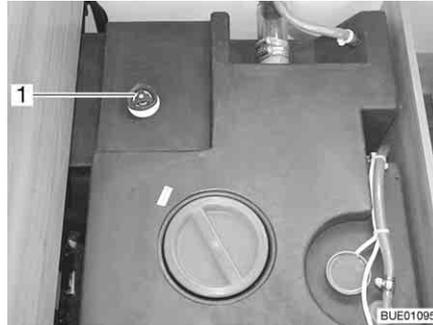

Fig. 129 Depósito de agua con tirador giratorio
- Girar el tirador giratorio (Fig. 129,1) sobre el depósito de agua en sentido de las agujas del reloj, hasta el tope.
- Girar el tirador giratorio (Fig. 129,1) sobre el depósito de agua en sentido contrario a las agujas del reloj, hasta sentir resistencia. El agua se saldrá hasta 60 litros.